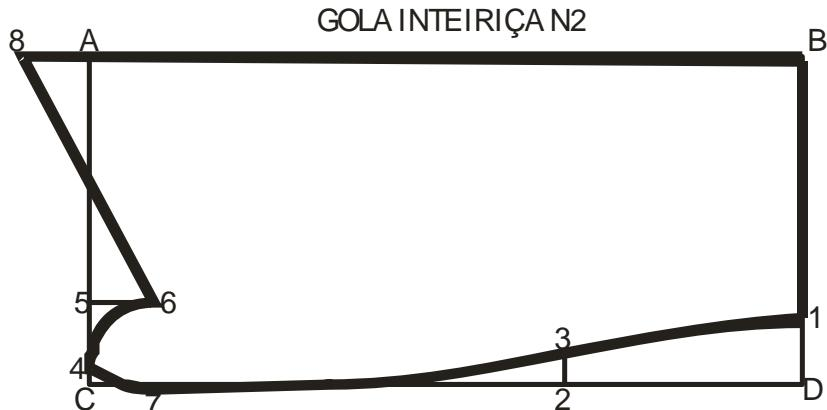

Figura 29 – Diagrama da Gola Inteira.
14.6.1) Gola Inteiriça (FIGURA 29)